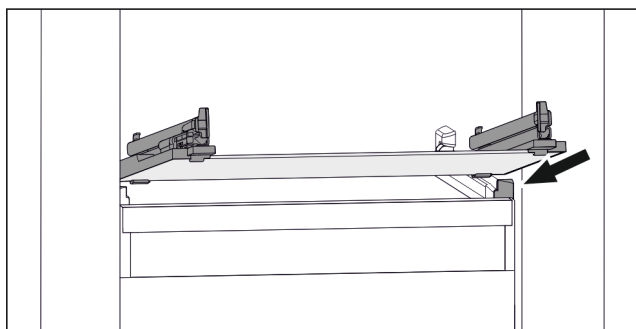

Fig. 53 Примерное отображение стеклянной пластины
- ▶ Наклоняя вниз, установите стеклянную пластину за стопоры. (см. Fig. 53)